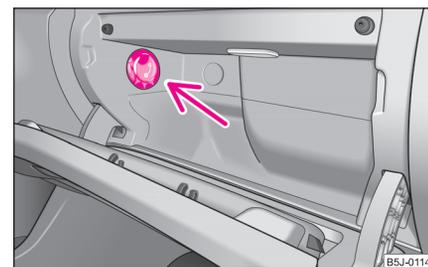

Abb. 80 Ablagefach:
- Mit dem Drehschalter ⇒ Abb. 80 schalten Sie die Kühlung ein bzw. aus. ▶